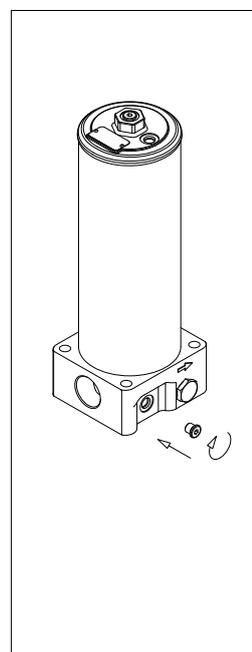

fig. 4
- (Fig. 4) Serrare il tappo di drenaggio facendo riferimento alla tabella delle coppie di serraggio al paragrafo 3